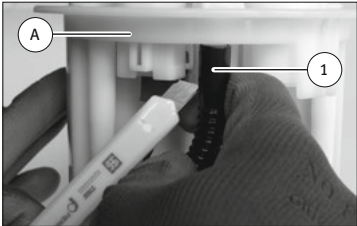

Abb. 3/Fig. 3/Puc. 3/图3
- 拔下法兰盖 (A) 上的油箱传感器插头 (5)。
- 拔下法兰盖 (A) 上的燃油泵插头 (6)。
- 小心地切开法兰盖内软管接头处的燃油管路 (1) (图 3)。不要损坏软管接头。